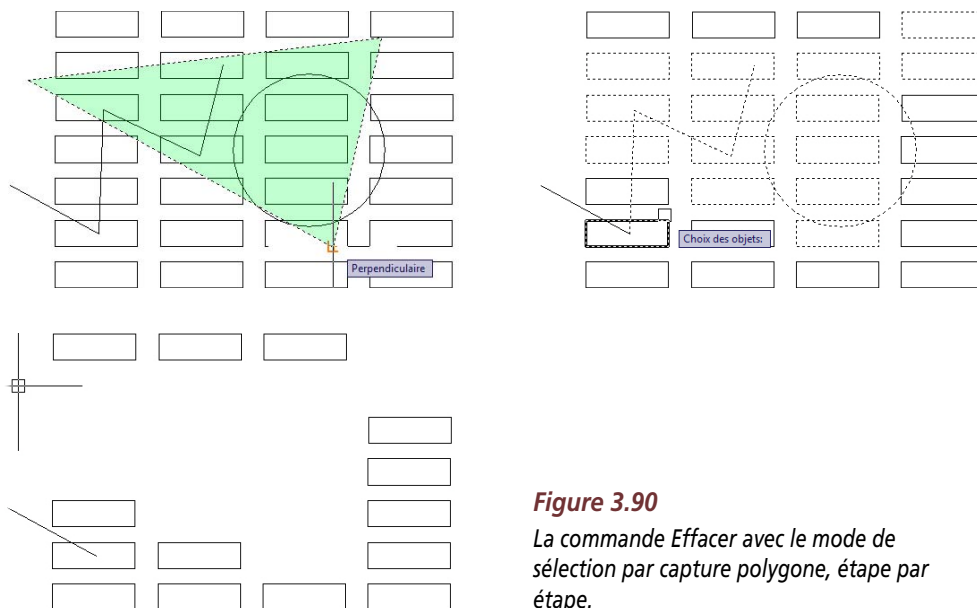

Figure 3.90
2. Sélectionnez le premier point du polygone puis les suivants et validez (voir Figures 3.90, de gauche à droite et de haut en bas).
3. Après validation, vous obtenez le résultat visible en bas à gauche de la Figure 3.90.